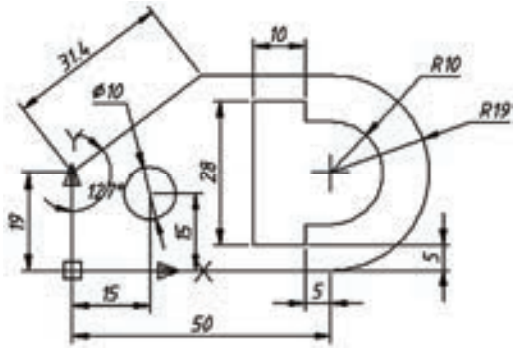

图 5-86 制图及标注练习 1
- 13) 上机练习：绘制图 5-86 所示的图形，并标注其尺寸。